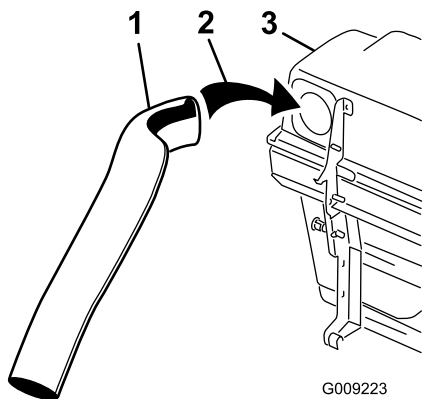

Figura 21
4. Instale el tubo superior en el hueco del ensacador y vuelva a retirarlo de manera que sobresalga el sello de goma (Figura 21).